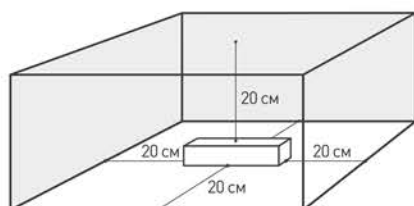

Рис. 1.
- 4.3. Для естественной вентиляции обеспечьте свободное пространство вокруг источника питания не менее 20 см, как изображено на рис. 1. При невозможности обеспечить свободное пространство используйте принудительную вентиляцию. В случае установки в ограниченном пространстве (например, лайтбокс или профиль) предусмотрите обеспечение требуемого температурного режима источника питания согласно рис. 2.